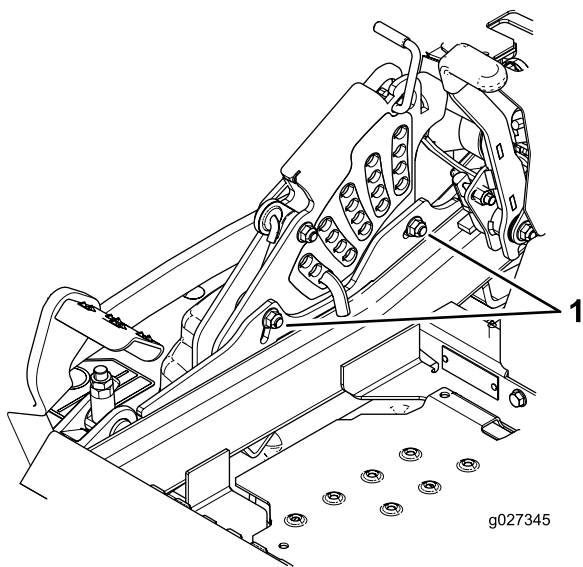

Figure 96
12. Pour régler le système monopoint, desserrez les 2 boulons au bas de la plaque de hauteur de coupe (Figure 96).